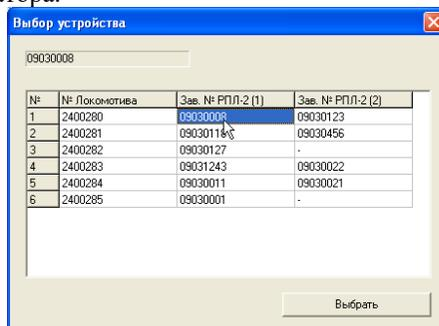

Рис. 5.7
- с изображением регистратора, которая не активна, если компьютер подключен к регистратору. При наличии в компьютере информации более чем от одного регистратора при запуске программы появится окно, показанное на Рис. 5.7, в котором таблично отображены отсортированные по номеру локомотива заводские номера установленных на нем регистраторов, записи которых были ранее перенесены на ПЭВМ. Двойной щелчок мыши на выделенном поле или нажатие кнопки «Выбрать» осуществляет выбор записей конкретного регистратора.
Для работы со вновь скопированными записями необходимо вызвать «Диспетчер устройств» (рис. 5.7).